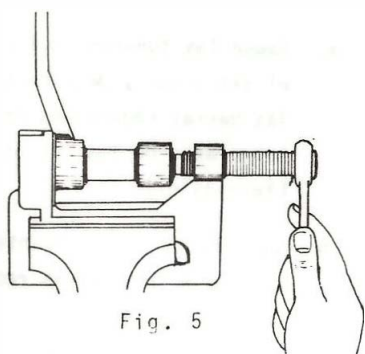

Fig. 5
- g. Desmonte los bujes del brazo intermedio (fig. 5).